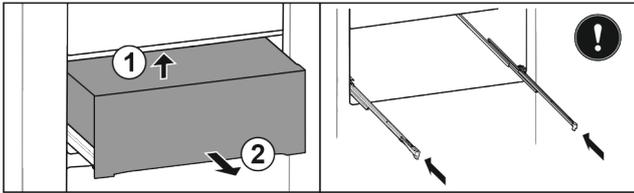

Fig. 29*
- ▶ Soulever la partie arrière en l'attrapant par le bas Fig. 29 (1).*
- ▶ Sortir le tiroir par l'avant Fig. 29 (2).*